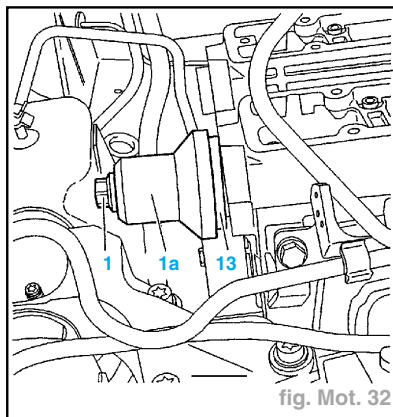

fig. Mot. 32
- Poser les joints des arbres à cames (**13**) à l'aide de l'outil (**1a**) (tampon de montage réf. Citroën **0189 D1** et **D2**) et des vis de fixation (**1**) des poulies d'arbre à cames (fig. Mot. 32).